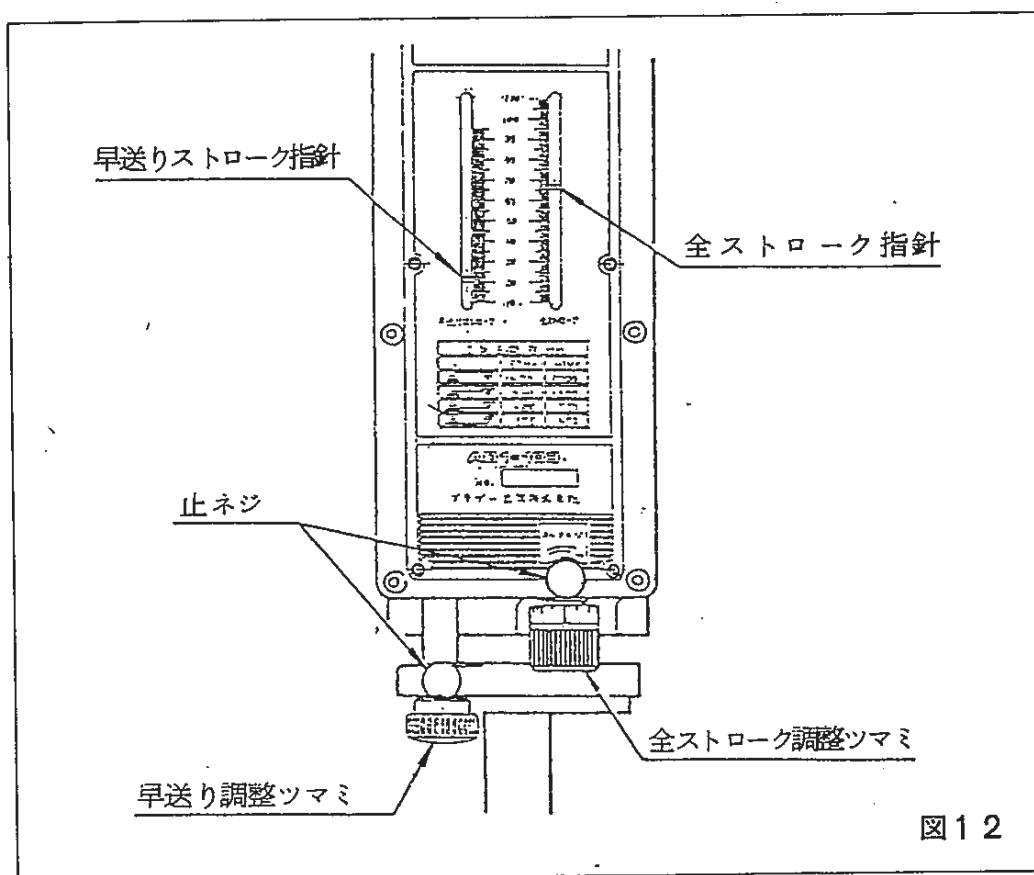

図12
(1) ストローク 110mm、早送り 95mm迄、切削送り 10~110mmの範囲で自由に選定出来ますので、次の順序により設定して下さい。
- ①止ネジをゆるめる。
- ②調整ツマミを必要ストローク目盛まで回す。(図12参照)
- ③止ネジを軽く締めつける。
- (2) 全ストロークツマミは1回転1mm、1目盛0.05mm、早送りストロークツマミは1回転1.75mmの調整となります。
- (3) 切削送り長さは全ストロークより早送りストロークを差し引いたものです。
- (4) 全ストロークよりも早送りストロークを大きくとらないで下さい。